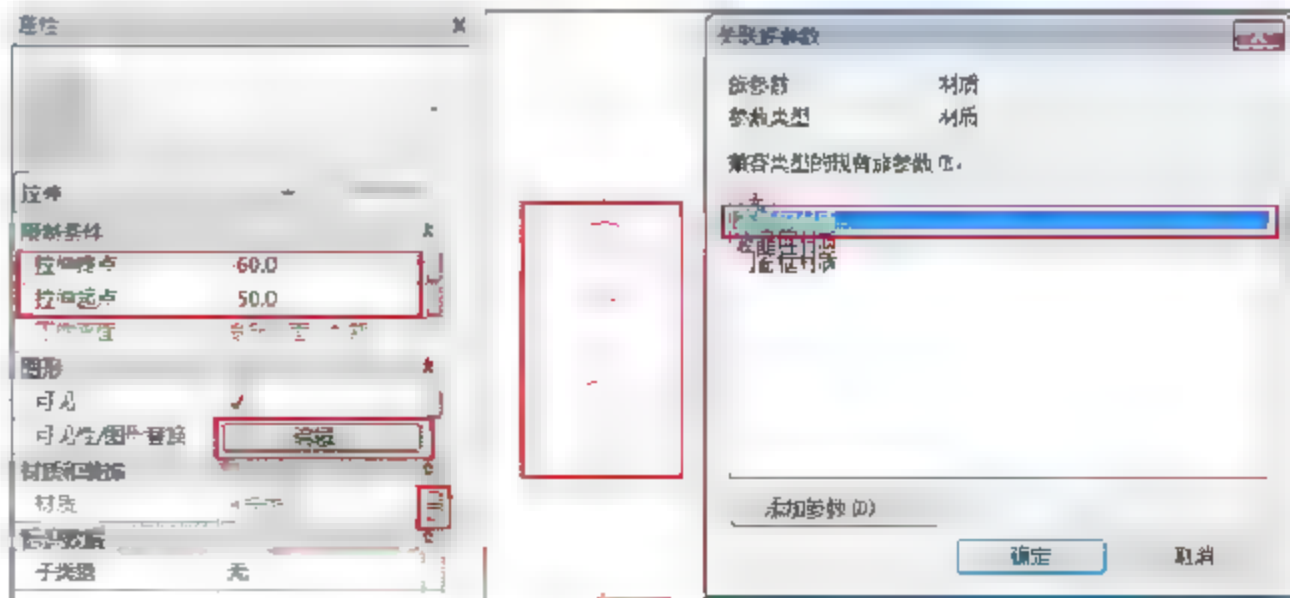

图 8.4.16 创建电梯层站召唤器按钮
(12) 创建电梯层站召唤器按钮。按快捷键 R+P，创建一条电梯楼层按钮面板居中辅助线。选择“创建”→“拉伸”→“圆形”命令，接着在辅助线上绘制出半径为“25”的圆形，分别修改“拉伸终点”和“拉伸起点”数值为“-60”和“-50”，单击选中该圆形，按快捷键 C+O，以其圆心为起点绘制一个距离其 100mm 的新的圆形。设置其材质为“不锈钢材质”。在弹出的“族图元可见性设置”对话框中取消“平面/天花板平面视图”和“当在平面/天花板平面视图图中被剖切时（如果类别允许）”复选框的选择，单击“完成编辑模式”按钮完成电梯层站召唤器按钮的创建，如图 8.4.16 所示。